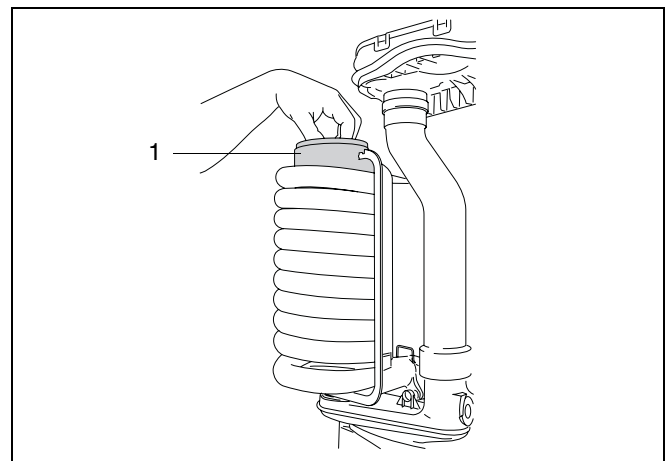

fig. 48 Verbrandingsgasverdringer verwijderen
- Verwijder de verbrandingsgasverdringer uit de warmtewisselaar (→ fig. 48, [1]).